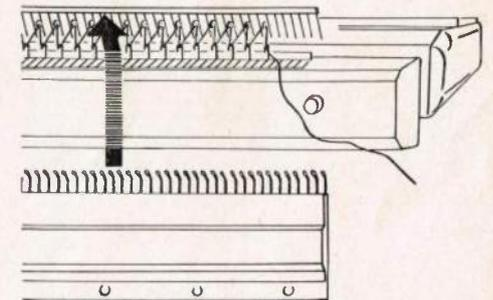

Fig. 21
- b) Draht aus Anschlagkamm herausziehen und Kamm von unten zwischen Apparat und Patentgerät hinaufschieben, bis Ösenadeln nach vorn gekrümmt über dem Netz hervorstehen, Fig. 21.